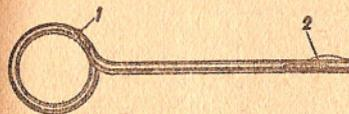

Рис. 23. Протирка:
1) протирку (рис. 23) для чистки и смазки канала ствола и камор барабана; протирка имеет ушко для продевания в него накли или тряпки и кольцо для держания протирки при чистке;